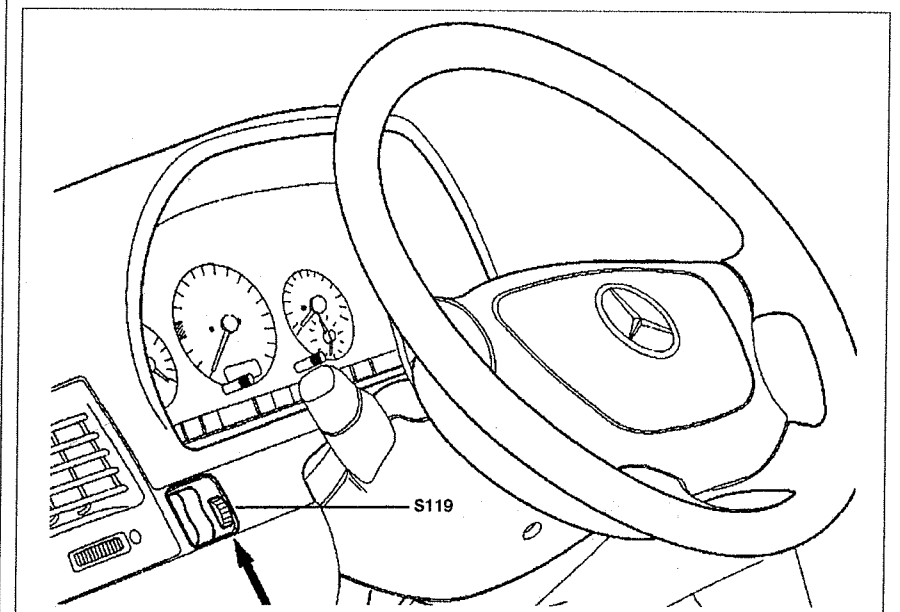

Рис. 10.20. Выключатель противотуманных фар **S119**.
4. Снимите выключатель **S119** (см.рис.10.20).